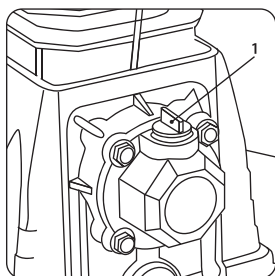
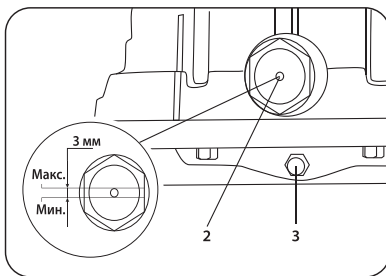

рис. 4
рис. 5
Открутите пробку картера (1) (рис. 4) и заправьте масло до максимального уровня (до красной отметки) в смотровом окне (2) (рис.5).
Необходимо произвести полную замену масла. Для этого отвернуть болт сливного отверстия (3) (рис. 5) и дожидаться полного слива масла из картера. Для слива отработанного масла использовать специальную емкость. После этого установить болт на место и залить новое масло. Уровень проверить по смотровому окну (2) (рис. 5).